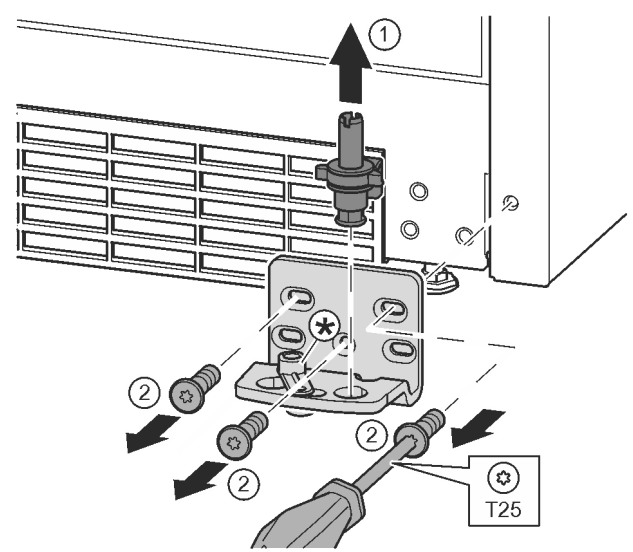

Fig. 11
- ▶ Ložiskový čap vyťahnite úplne nahor. Fig. 11 (1)
- ▶ Skrutky vyskrutkujte skrutkovačom T25 a odnímate ložiskovú konzolu. Fig. 11 (2)